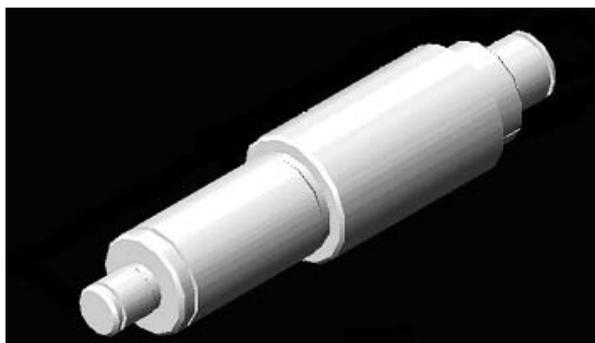

Рисунок 4.5
- выполнить команду **Вращать**, результаты сохранить в личную папку (рисунок 4.5).